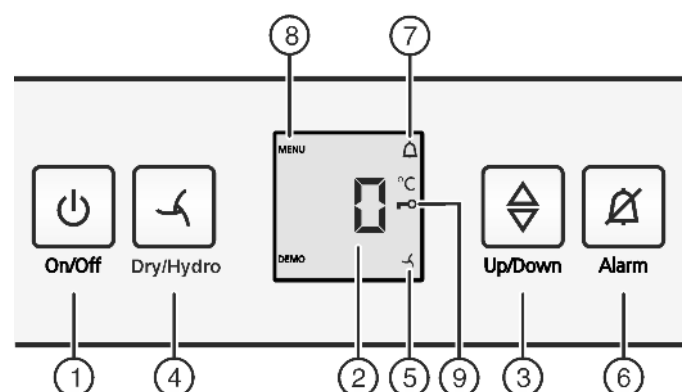

Fig. 2
- ▶ Appuyer sur la touche On/Off Fig. 2 (1).
- ▶ Activer le mode de réglage : appuyer env. 6 s. sur la touche Dry/Hydro Fig. 2 (4).
- ▷ Le symbole Menu Fig. 2 (8) est allumé.
- ▶ Confirmer en appuyant brièvement sur la touche Dry/Hydro Fig. 2 (4).
- ▶ Appuyer brièvement sur la touche Dry/Hydro Fig. 2 (4) pour activer la sécurité enfants.
- ▷ Le symbole Sécurité enfants Fig. 2 (9) est allumé. **c** clignote à l'écran.
- ▶ Appuyer brièvement sur la touche Dry/Hydro Fig. 2 (4) pour désactiver la sécurité enfants.
- ▷ Le symbole Sécurité enfants Fig. 2 (9) s'éteint. **c** clignote à l'écran.
- ▶ Désactiver le mode de réglage : appuyer sur la touche On/Off Fig. 2 (1).
- ▶ Appuyer sur la touche Alarme Fig. 2 (6).